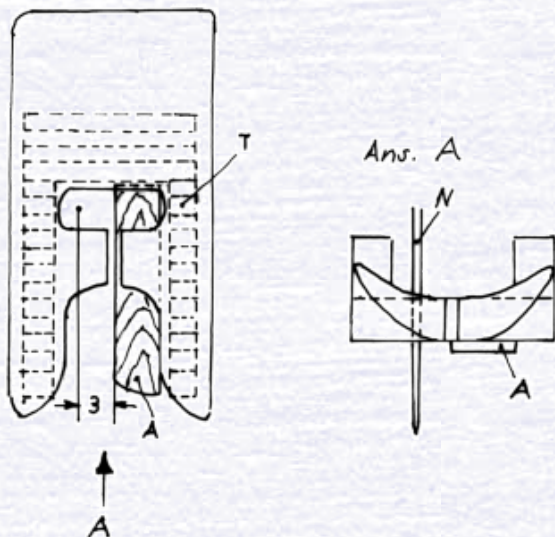

Abb. 5
5. Vorbereitend für die Umrandungsnaht werden die Ecken so beschnitten, daß beim Falten nichts übersteht. Wenn man dann noch die Eckbereiche mit einem Hauch Sekundenkleber benetzt, fixiert und überbügelt, erleichtert das den Nähvorgang ungemein. Um darüber hinaus diese Naht, die ca. 2 mm am Rand entlanggeht, befriedigend ausführen zu können, empfiehlt sich eine weitere Modifikation des Fußes: Die übliche optische Führung ist durch einen Anschlag zu einer Zwangsführung geworden. Dieser Anschlag besteht aus einem Holzplättchen von 3,5 x 0,5 x 12 mm, das so unter den Fuß geklebt wird, daß sich zwischen Kante und Nadel der Abstand der Naht von der Segelaußenkante ergibt. Darüber hinaus muß die Position so gewählt werden., daß das Plättchen nicht in den Bereich der Transportgreifer kommt. Da das Plättchen (mit einer Stärke von 0,5 mm angegeben) als Anschlag dienen soll, ist es nicht verkehrt, wenn man mit 0,6 mm anfängt und dann so lange abschmirlgelt, bis die Transportzähne den Stoff erreichen und transportieren (Abb. 5). Nicht vergessen: Die Drehung an den Ecken nur vornehmen, wenn die Nadel im Stich ist!